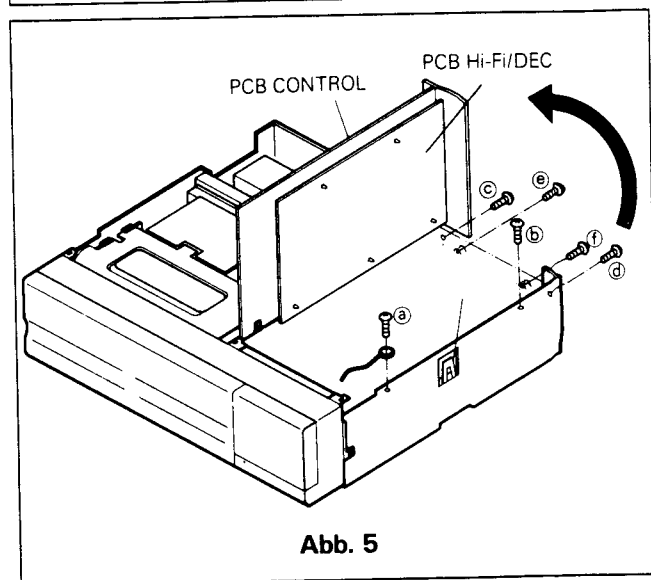

Abb. 5
- B. Entfernen Sie die sechs Schrauben (a ~ f) und lösen Sie die Klammern (g) wie in Abb. 5.